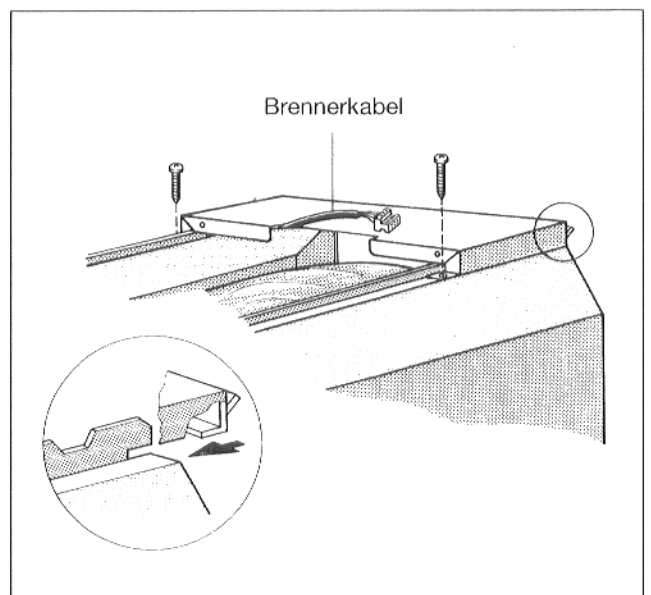

Abb. 14
- Vordere Kesselhaube von vorne oben auf die rechte und linke Seitenwand auflegen, nach hinten schieben, bis die Haken in die Schlitze der Seitenwand einrasten (Abb. 14).
- Kesselhaube mit 2 Blehschrauben festschrauben (Abb. 14).
- Brennerkabel durch den Ausbruch der Kesselhaube führen (Abb. 14).